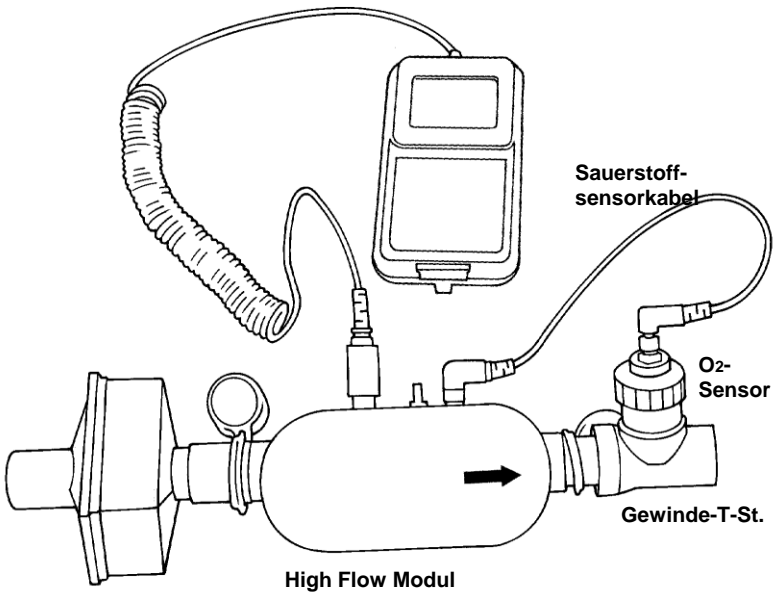

Abb. 6. Anschluss des Sauerstoffsensors an das High Flow Modul
4. Nur High Flow Modul: Installation des Sauerstoffsensors (optional, **Abb. 6**)